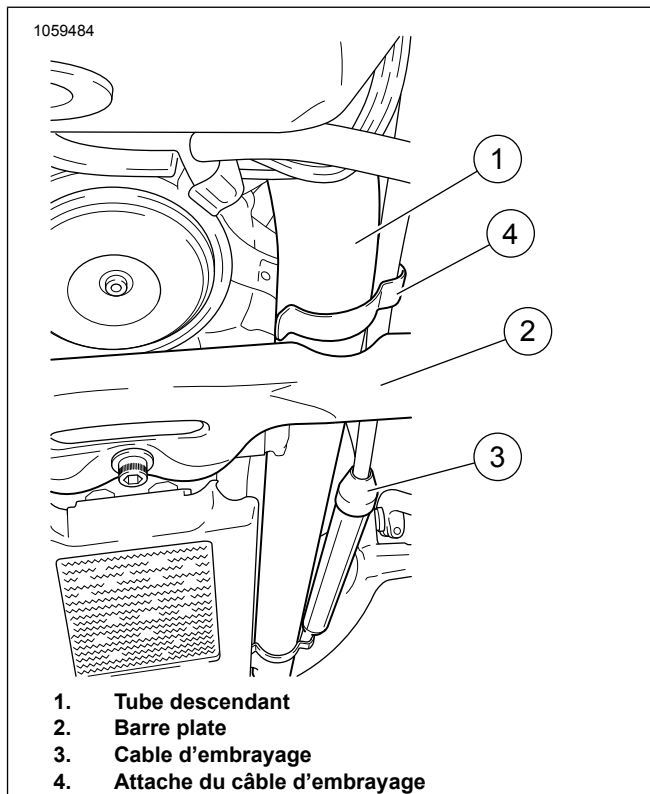
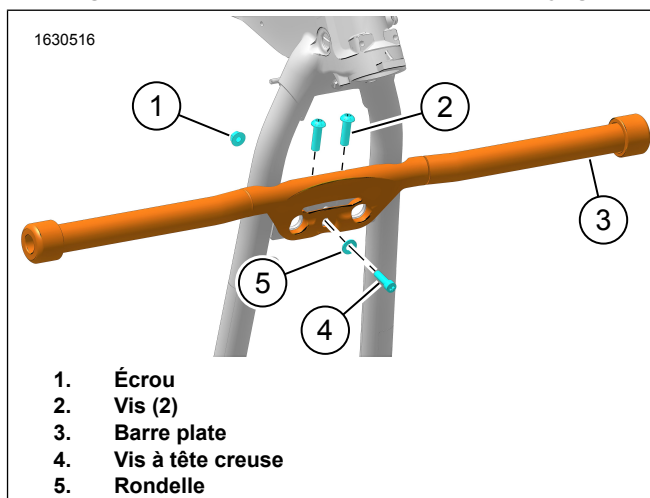

Figure 3. Acheminement du câble d'embrayage
Figure 4. Barre plate
1. Voir la Figure 3. Vérifier le positionnement de l'attache du câble d'embrayage (4).
2. Déplacer l'attache (4) vers le dessus de la barre plate (2).
3. Faire pivoter de façon à ce que le câble d'embrayage (3) ne soit pas positionné devant le tube descendant (1).
4. Voir la Figure 4. Positionner la barre plate (3) sur le dessus du support de moteur avant.
5. Installez sans serrer les vis à tête ronde (2).
6. Installer lâchement la vis à tête creuse (4), la rondelle (5) et l'écrou (1).
7. Serrez les vis (2).